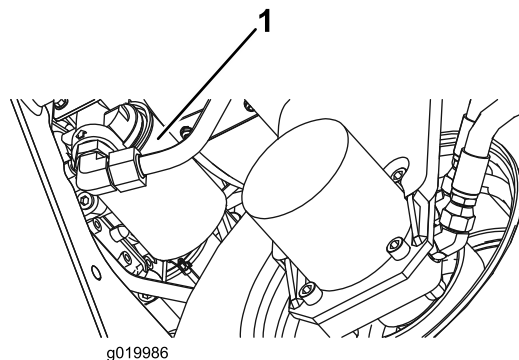

Figure 78
2. Nettoyez la zone autour de la surface de montage du filtre. Placez un bac de vidange sous le filtre (Figure 78) et enlevez le filtre.